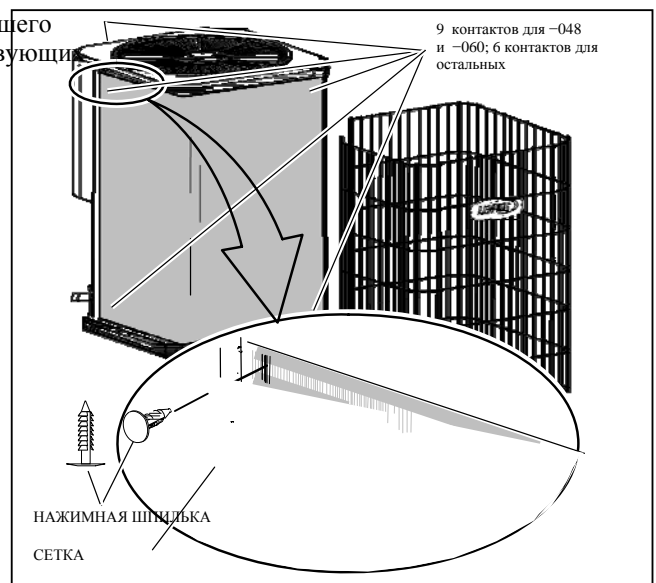

Рисунок 15. Очистка сетки
2. Теплообменник внешнего блока защищен внутренней сеткой и проволочным кожухом (см. рис. 15). Если между экраном и кожухом скопился мусор, который не удаляется под струей воды без давления в направлении от внутренней части к наружной, то сетку можно снять; предварительно необходимо снять верхнюю часть блока.